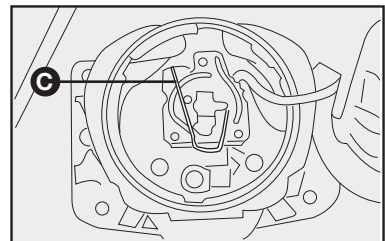

fig. 44
3) retirar o conector e, em seguida, o porta-lâmpada pressionando a presilha **C-fig. 44** para frente abrindo lateralmente para a direita;